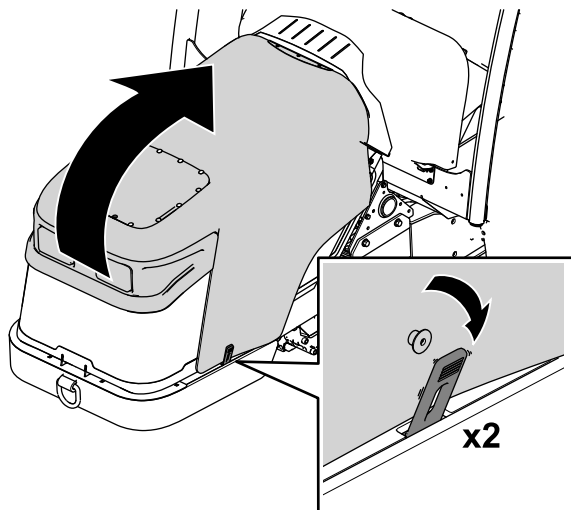

Figura 70
1. Rilasciate le cinghie da ciascun lato della macchina (Figura 70).
2. Alzate il cofano (Figura 70).